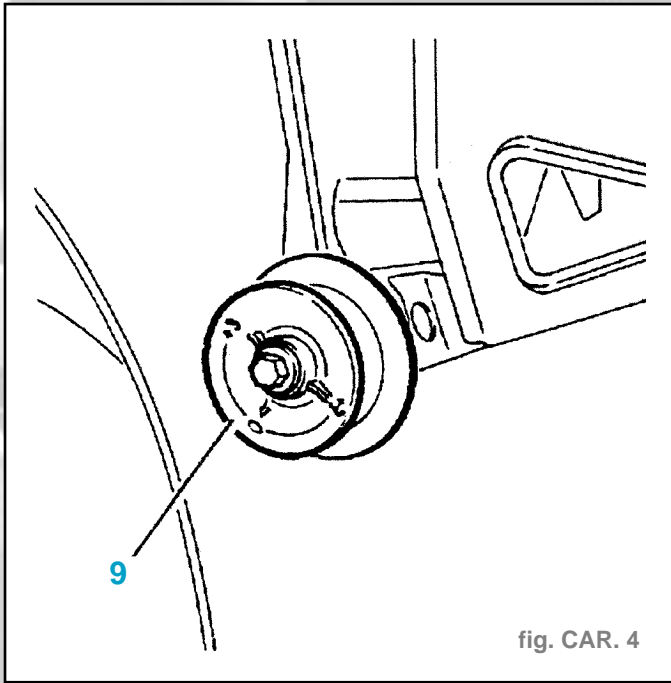

fig. CAR. 4
- Régler les jeux et affleurements entre le pare-chocs et l'aile avec les galets excentriques (9) (fig. CAR. 4).